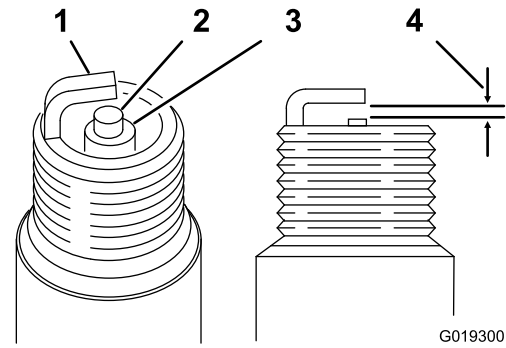

Figura 49
1. Mire la parte central de la bujía (Figura 49). Si se observa un color gris o marrón claro en el aislante, el motor está funcionando correctamente.
2. Con una galga para bujías, mida la distancia entre el electrodo lateral y el electrodo central (Figura 49).